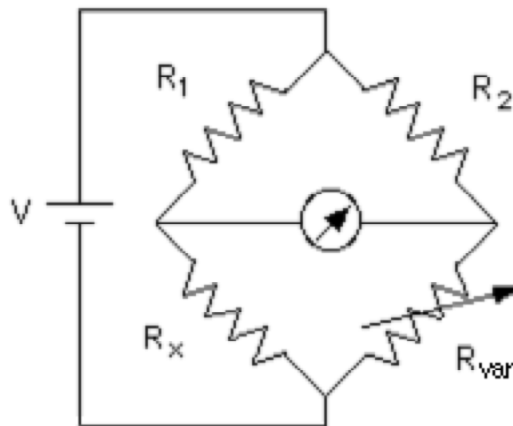

Figura 3.3.- Puente de Wheatstone
12.- La Figura 3.3 muestra el circuito de un Puente de Wheatstone. Describa brevemente su principio de operación y escriba la ecuación fundamental para obtener el valor de la resistencia a medir.